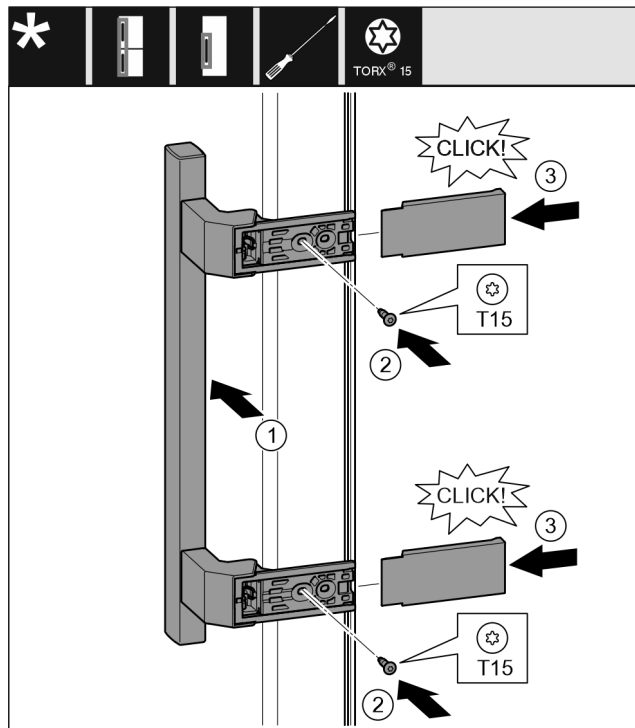

Fig. 21
- 将把手放到反面。 Fig. 21 (1)
- 用 T15 螺丝刀拧紧螺钉。 Fig. 21 (2)
- 将盖板放置到侧面并插入。 Fig. 21 (3)